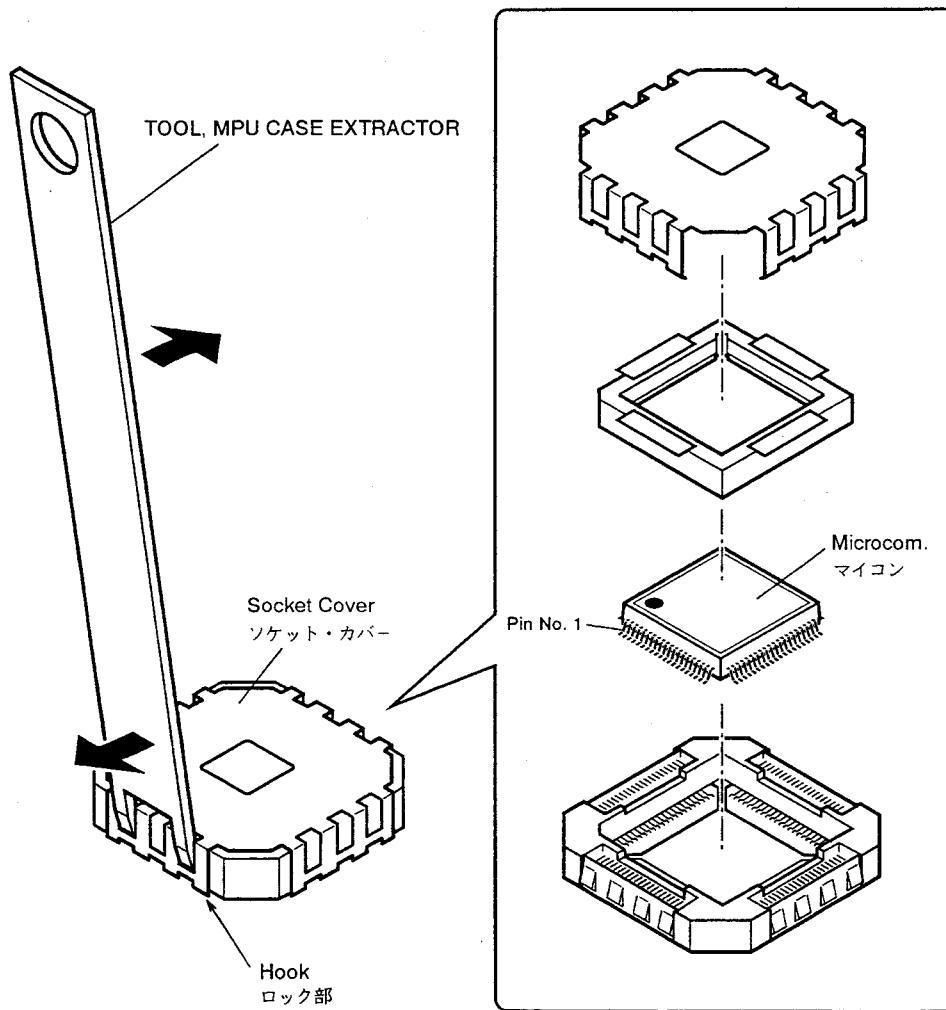

Fig. 3-1
- Refer to Figure 3-1 and using TOOL, MPU CASE EXTRACTOR (P/N : J00383100A) unhook the socket cover (it is hooked at four points per side), then lift the socket cover off.
- 図3-1のようにTOOL, MPU CASE EXTRACTOR (P/N : J00383100A)をソケット・カバーの穴に差し込みソケット・カバーの中心方向に倒すようにして、ソケット・カバーのロック部を4面、順に少しづつ外して、ソケット・カバーを外す。